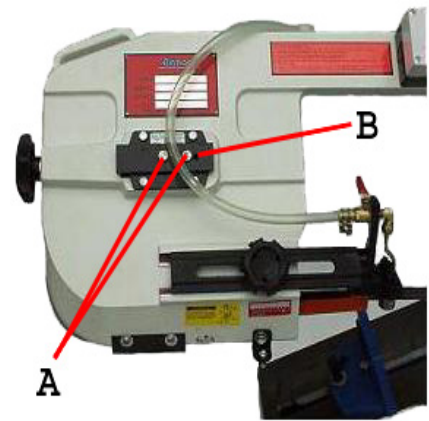

Abb. 13
5. Sechskantschrauben (A, Abb. 13) lockern.
6. Nachstellschraube (B) nachstellen während des Maschinenlaufes und Blattspurlauf prüfen. Schraube nach rechts drehen, um das Sägeblatt nahe dem Radflansch laufen zu lassen. Schraube nach links drehen, um das Sägeblatt vom Radflansch zu entfernen. Das Sägeblatt läuft richtig, wenn die Hinterseite des Sägeblattes die Flansche der beiden Räder während des Maschinenlaufes leicht berührt.
7. Schrauben (A) festdrehen.